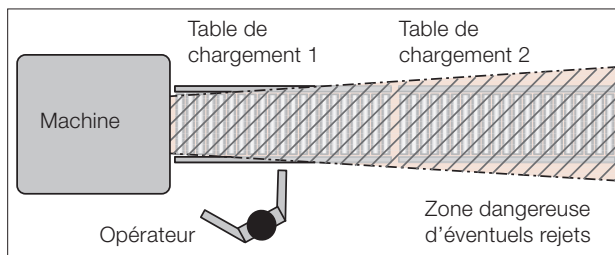

Figure 3
- 7 La position de service (figure 3) est-elle hors de la trajectoire des éventuels rejets (pièce, éclat, outil, etc.)?